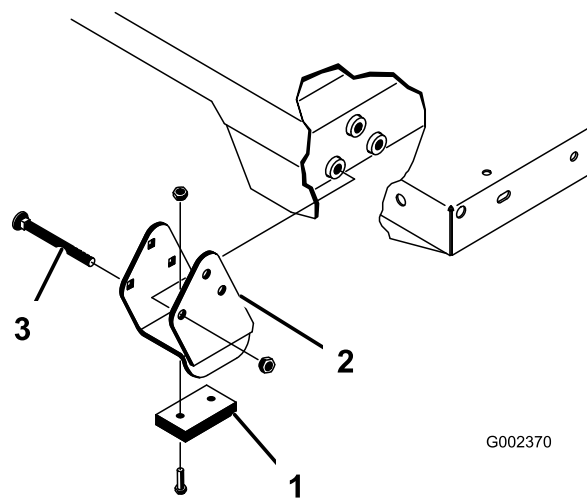

Figura 24
2. Coloque a plataforma com cuidado no chassi, alinhando os orifícios posteriores da placa articulada da plataforma com os orifícios do canal traseiro e coloque os 2 passadores de forquilha e pinos de sujeição (Figura 24).
4. Introduza o passador de forquilha na parte exterior da plataforma com o pino de sujeição virado para fora (Figura 24).
Certifique-se de que os suportes dos espaçadores e os bloqueios contra desgaste (Figura 24) foram instalados na cabeça das porcas no interior da máquina.